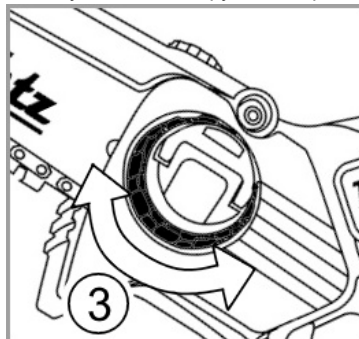

Рисунок 3
- обертайте кільце регулювання натягу ланцюга (11) за годинниковою стрілкою для натягування, або проти годинникової стрілки для ослаблення натягу ланцюга (дія 3, рисунок 3);
- знову затягніть фіксатор (10) обертанням за годинниковою стрілкою.